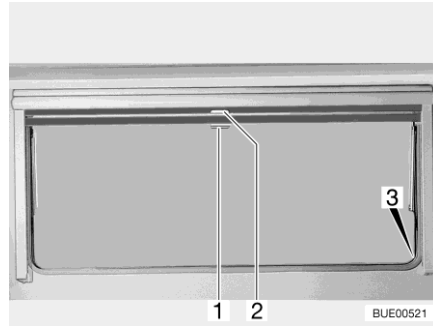

Fig. 104 Ventana abatible
- Tirar del tirador (Fig. 104,2) de la persiana oscurecedora enrollable hacia abajo. Cuando la persiana oscurecedora enrollable se cierre por completo, encajarla en el bloqueo (Fig. 104,3) a ambos lados del marco de la ventana.
- Cuando la persiana oscurecedora enrollable esté completamente cerrada: Presionar el tirador (Fig. 104,2) hacia abajo y tirarlo ligeramente hacia dentro. Desenganche la persiana oscurecedora enrollable de los cierres situados a la izquierda y a la derecha del marco de la ventana.
- Cuando la persiana oscurecedora enrollable esté en posición intermedia: Tirar ligeramente del tirador (Fig. 104,2) hacia abajo, hasta que se hay soltado el bloqueo.
- Tirar la mosquitera enrollable hacia abajo por el tirador (Fig. 104,1) y engancharla en el bloqueo (Fig. 104,3) a ambos lados del marco de la ventana.
- Presionar el tirador (Fig. 104,1) hacia abajo y tirarlo ligeramente hacia dentro. Desenganche la mosquitera enrollable de los cierres situados a la izquierda y a la derecha del marco de la ventana.